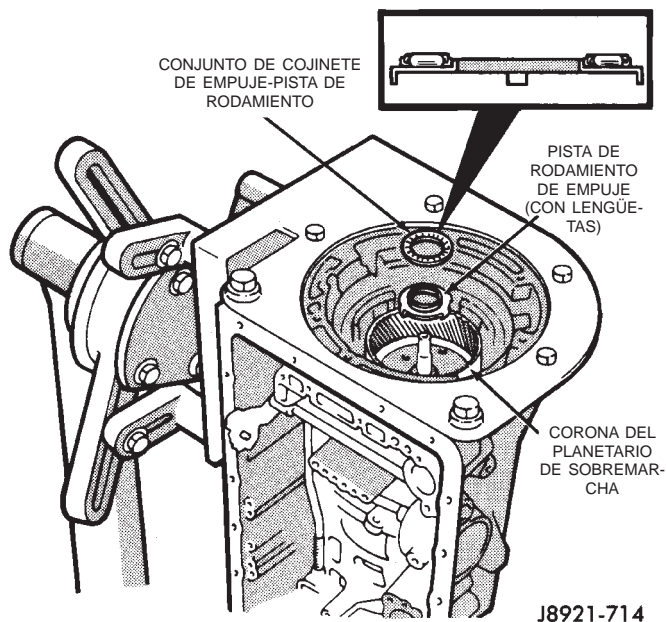

Fig. 166 Instalación del cojinete de empuje y la pista de rodamiento de la corona
(66) Recubra el conjunto de la pista de rodamiento de empuje de la corona y el cojinete de empuje con vaselina e instálelos en el engranaje (Fig. 166).